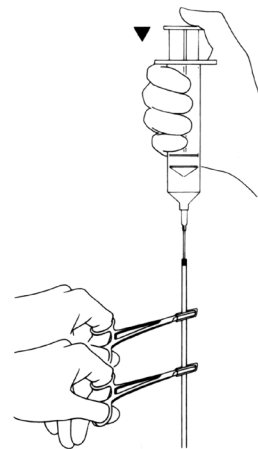

Figura 4-4e. Pinza el manguito
11. Una vez eliminados el aire y el fluido y con el manguito totalmente vacío, utilice dos pinzas hemostáticas de mosquito con protector de tubo para conseguir un pinzamiento doble de los tubos del manguito (sólo una muesca), a unos 3 cm por debajo de la aguja y, de nuevo, 3 cm por debajo de la primera pinza hemostática. (Figura 4-4e)